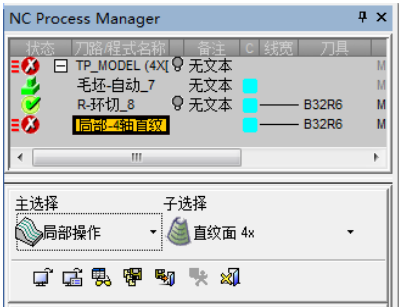

图 2-214 “NC Process Manager” 对话框
3) 创建程序。单击“加工向导”工具栏上的“加工程序”按钮, 弹出“NC Process Manager”对话框, “主选择”为“局部操作”, “子选择”为“直纹面 4X”, 如图 2-214 所示。